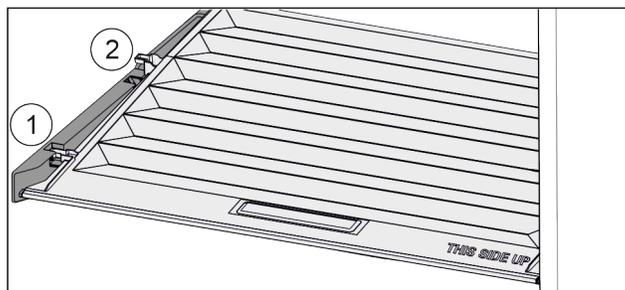

Fig. 114
- Tirer le couvercle vers l'avant jusque dans l'orifice des pièces de retenue Fig. 114 (1).
- Le soulever par le bas à l'arrière et le sortir par le haut Fig. 114 (2).